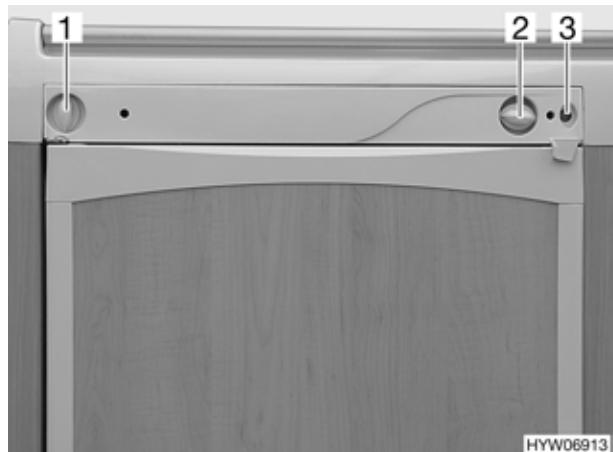

Fig. 130 Comandi del frigorifero (variante 1)
- Posizionare il selettore di energia (Fig. 130,1) su gas .
- Premere il pomello girevole (Fig. 130,2) e mantenerlo premuto. L'alimentazione di gas è ora aperta. L'accensione avviene automaticamente. La luce spia (Fig. 130,3) lampeggiava e è possibile ascoltare un ticchettio fino a quando non sarà stato possibile effettuare con successo il procedimento di accensione.
- Tenere premuto il pomello girevole (Fig. 130,2) per altri 10 - 15 secondi, poi rilasciarlo. Quando la fiamma si spegne, l'apparecchio di accensione ripete automaticamente il procedimento di accensione.
- Posizionare il selettore di energia (Fig. 130,1) su "0". Il frigorifero è spento.
- Posizionare il selettore di energia (Fig. 130,1) sull'alimentazione a 230 V .
- Impostare la temperatura di refrigerazione con il pomello girevole (Fig. 130,2).
- Posizionare il selettore di energia (Fig. 130,1) sull'alimentazione a 12 V .